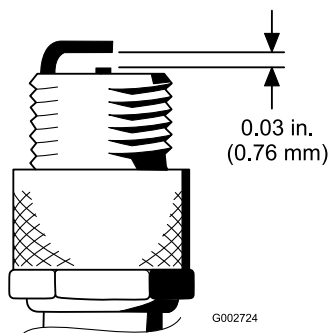

Figura 29
4. Ajuste a folga existente entre o eléctrodo central e os eléctrodos laterais para 0,76 mm; consulte a Figura 29. Monte a vela com a folga correcta com o vedante e aperte-a com uma força de 23 N·m. Se não utilizar uma chave de aperto, aperte bem a vela.